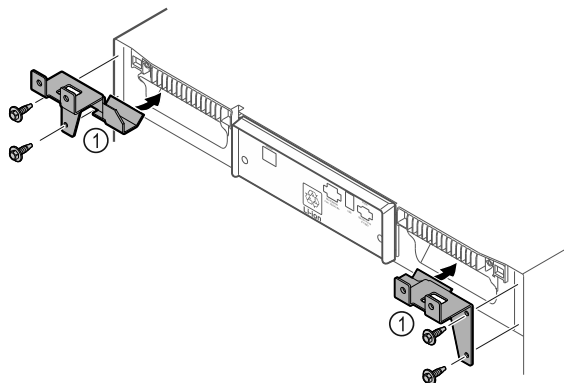

Fig. 12
- ▶ Uzmontējiet turētājelementus Fig. 12 (1) pie ierīces, izmantojot klātpievienotās pašvītņotājskrūves.